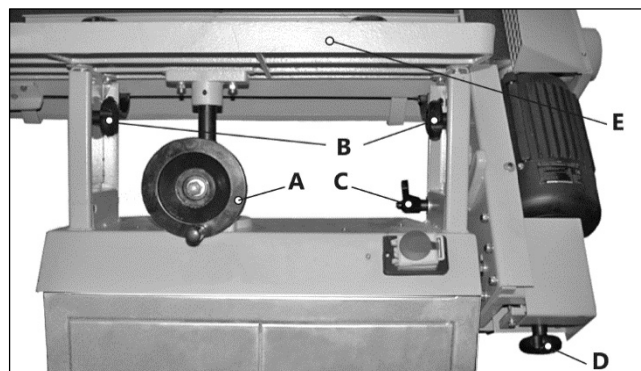

Рисунок 9.
Установите ручку (D) (рис. 9) для наклона блока шлифовальной ленты.
Ослабьте положение двух рукояток фиксации (В) (рис. 9). Вращая маховик (А) установите основной рабочий стол (Е) в необходимое по высоте положение. Зафиксируйте положение двумя рукоятками (В).
Для регулировки угла наклона блока шлифовальной ленты, ослабьте положение ручки фиксации (С) (рис. 9). Ручка имеет отжимной механизм: её необходимо оттянуть, а затем переставить в удобное положение.
Ослабьте положение ручки фиксации (С) (рис. 9). При помощи рукоятки (D) установите положение шлифовальной ленты перпендикулярно рабочему столу (Е). Положение закрепите ручкой